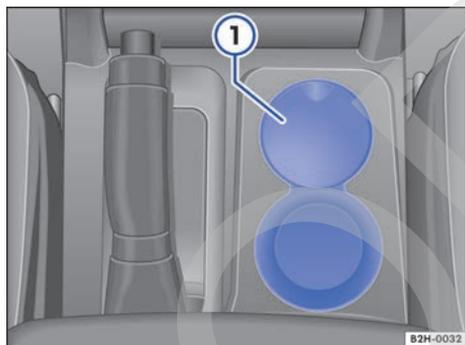

Fig. 95 En la parte delantera de la consola central: cenicero ①.
Para *abrir* el cenicero, levante la tapa del mismo ⇒ fig. 95 ①.